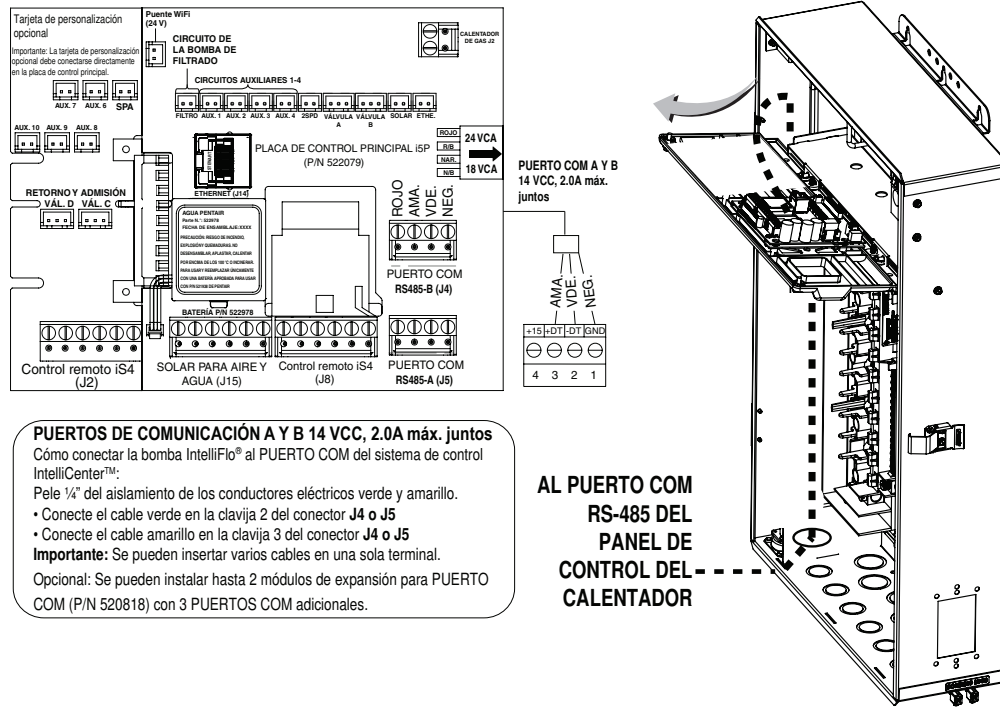

Figura 33.
4. Dirija el cable RS-485 desde el conector del terminal del puerto COM RS-485 en la placa de control del calentador al Centro de carga o Centro de poder. Vea la conexión de cableado Figura 33 en la página siguiente.